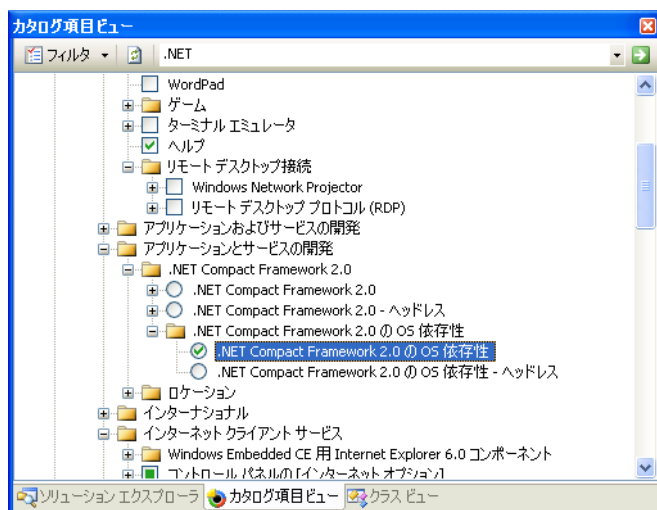

図 1-11 .NET Compact Framework 1.0 への OS 依存関係カタログ項目を OS デザインに含める
7. 同じ要領で検索機能を使用し、.NET Compact Framework 1.0 への OS 依存関係を探します。.NET Compact Framework 1.0 への OS 依存関係カタログ項目が OS デザインに含まれているかどうか確認します (図 1-11)。